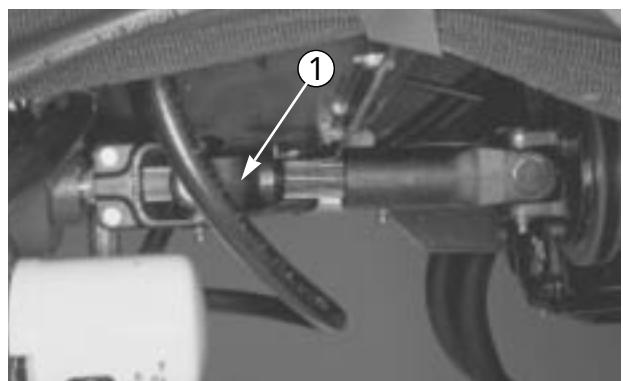

図33
1. 駆動シャフト（図33）をエンジンの駆動カップラから外す（キャップスクリュをはずして外す）
5. 牽引が終わったら、図33のように駆動シャフトを元通りに取り付ける。スプラインにより、正しい方向以外では接続できないようになっています。